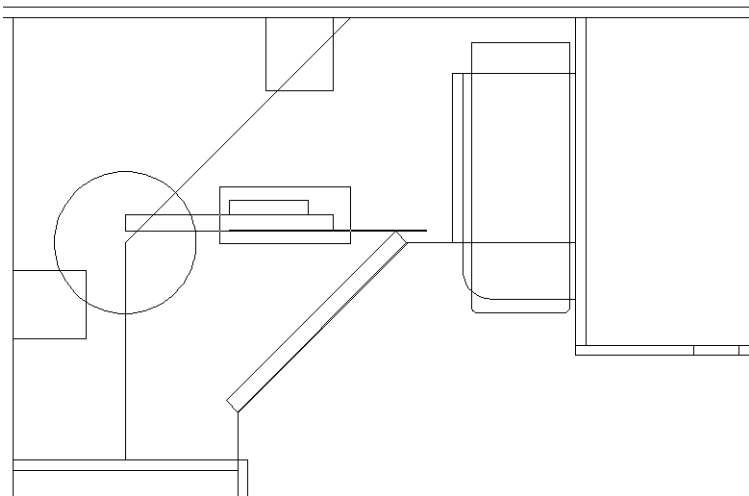

Рис. 5.19 ▼ Использование инструмента **Окно зумирования** (Zoom Window) для изменения масштаба просмотра
- Охватите рамкой масштабирования все три прямоугольника так, как показано на рис. 5.19.
- После увеличения изображения щелкните на кнопке  **Переместить** (Move) панели инструментов **Изменить** (Modify) или выберите из меню команду **Изменить** ⇒ **Перенести** (Modify ⇒ Move) либо введите в командном окне команду **Перенести** (MOVE) или просто **п** (M).